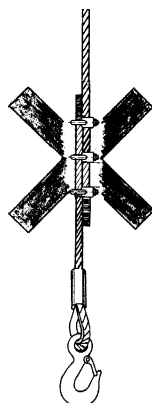

Abb. 6
- Seil nicht knoten oder mit Seilklemmen/Schrauben oder ähnlichem verkürzen/verlängern (Abb. 6). Seile dürfen nicht instandgesetzt werden. Seil nicht über Kanten ziehen.